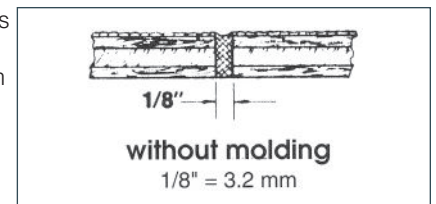

FIGURA 26
- Los paneles laminados pueden instalarse sin moldura de barra separadora, pero debe mantenerse un espacio de 1/8 de pulgada entre los paneles. Ese espacio permite la expansión normal y debe rellenarse con sellador de silicona para sellar completamente la instalación de la humedad (figura 26).